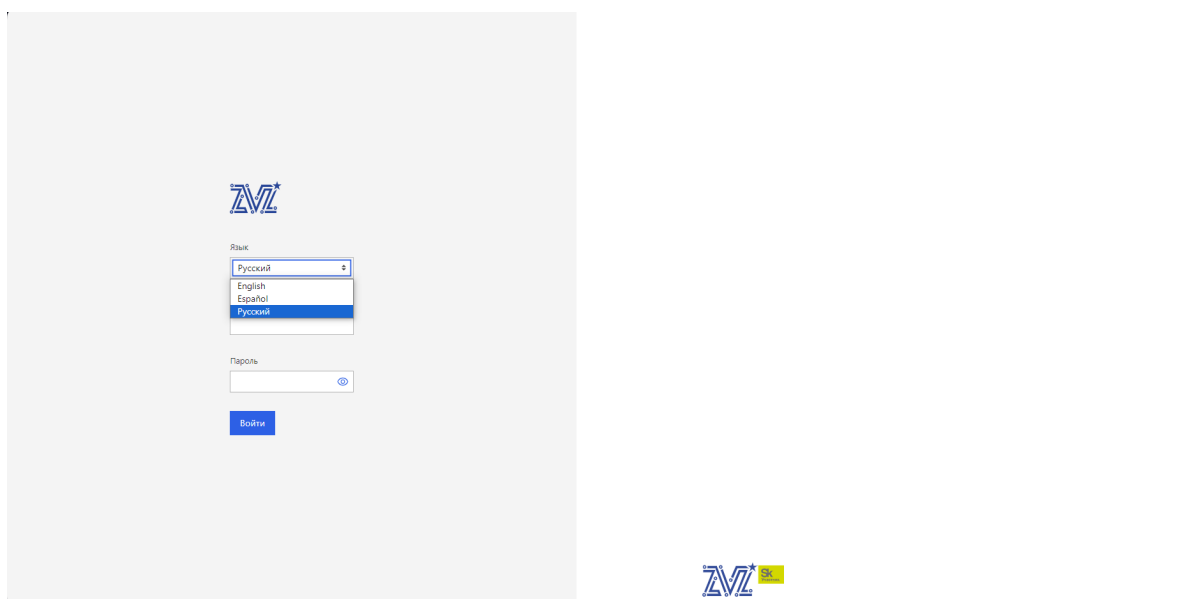

Рис. 75. Окно «Журнал событий»
- 1) Подключитесь в BMC-консоль оборудования (Журнал событий Altair Z). Во вкладке «Язык» выберите «Русский». Окно показано на рис. 75 Окно «Журнал событий»